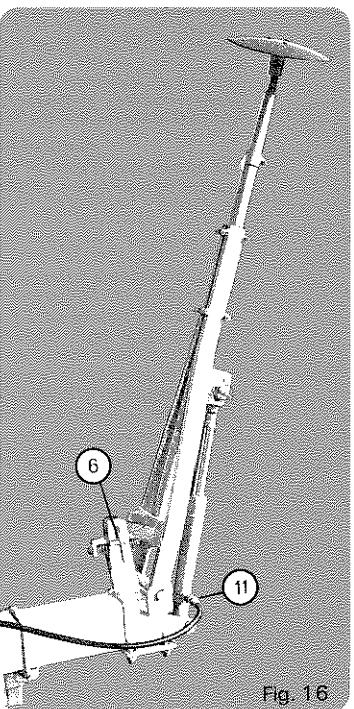

Fig. 16
- Modèle hydraulique livré de série pour châssis 12 rangs de 4,50 m (fig. 16).
- Hydraulic model, standard supplied for 4.50 m 12-row frame (fig. 16).
- Modell für hydraulische Betätigung serienmäßig ausgerüstet für 12-reihigen Rahmen 4,50 m (Abb. 16).
- Modello idraulico specifico di serie per telai 12 file di 4,50 m. (fig. 16).